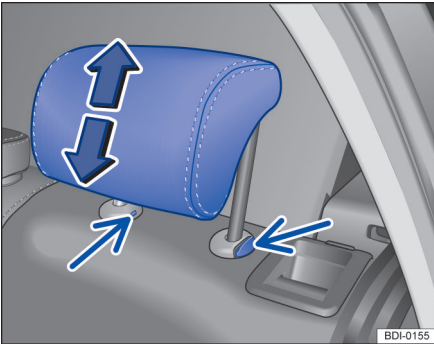

图 52 部分车型调整后排头枕
- 部分车型将钥匙插入图片左侧箭头所指间隙处，同时按压图片右侧箭头所示按钮，另一个人将头枕完全拉出。⇒ 图 52